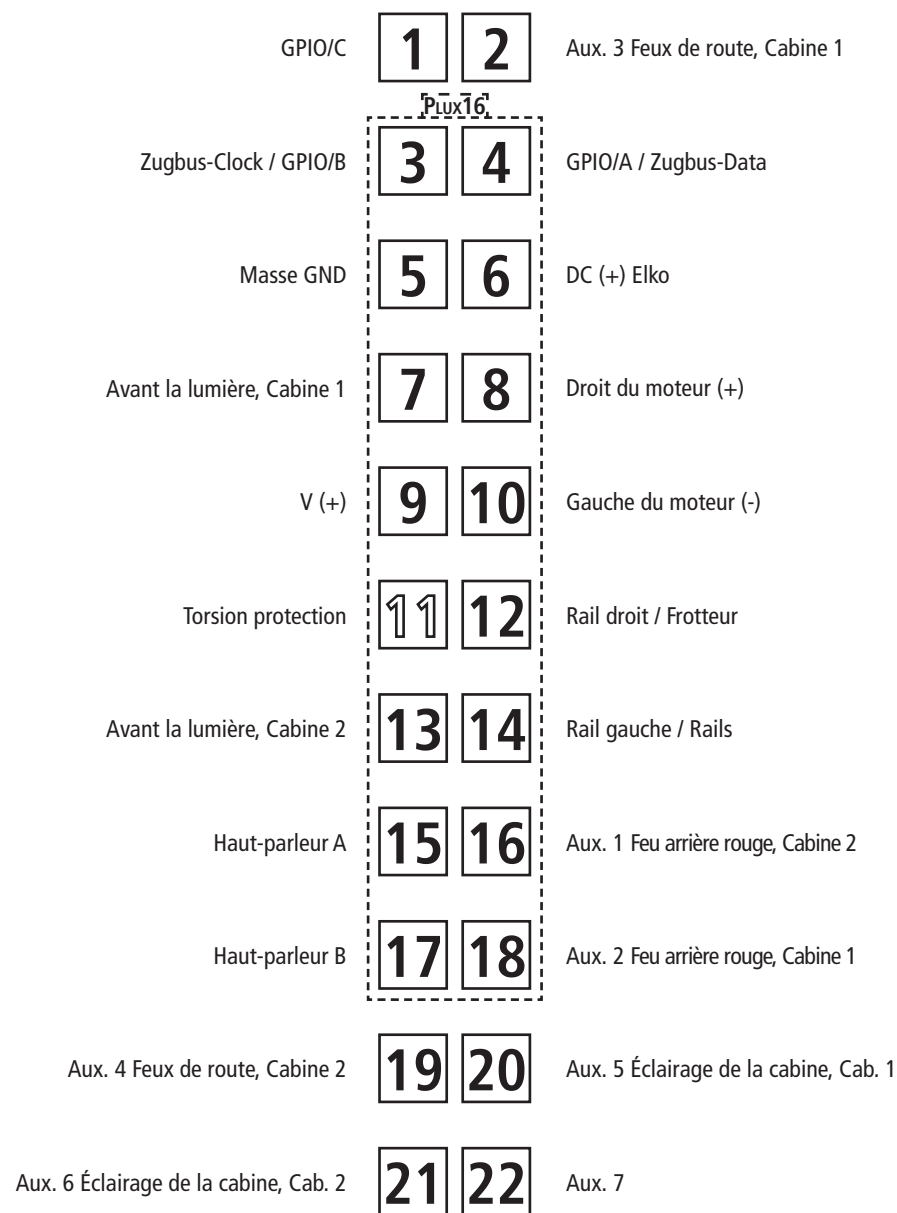

Fig. 7
3. Change of traction tyre: Remove the bogie blind (fig. 4). Take out **wheel set** and remove **traction tyre** using a pin or a fine screwdriver (fig. 7). When pressing on the new traction tyre please **avoid twisting it**.
3. Échange des bandages d'adhérence: Démontez d'abord **les flancs de bogies** des engrenages (fig. 4). Délogez ensuite les essieux bandagés et enlevez, à l'aide d'une aiguille ou d'un tournevis fin, les bandages d'adhérence (fig. 7). Lors du montage des nouveaux bandages veuillez veiller à ce que les bandages **ne soient pas tordu**.